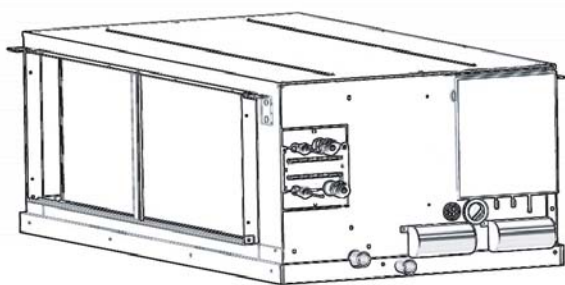

Рис.10.1
- 1) Чтобы снять корпус кондиционера выкрутите винты по периметру корпуса. (Рис. 10.1, 10.2)